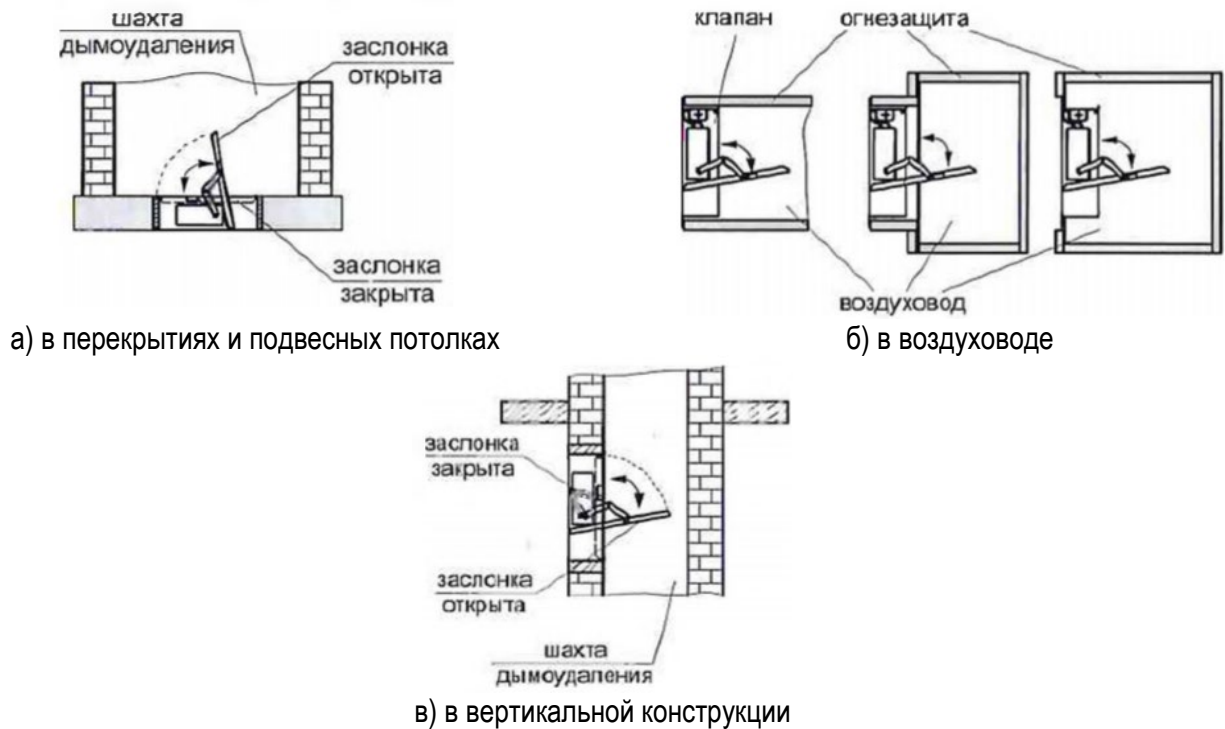

Рисунок 2.1 -Схемы установки клапанов одностворчатых
7.5.1 Схемы установки клапанов одностворчатых приведены на рис. 2.1